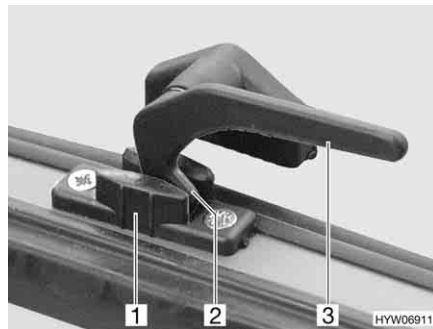

Fig. 49 Leva di serraggio in posizione "Aerazione continua"
- In posizione di "Aerazione continua" (Fig. 49)
- Ruotare la leva di serraggio (Fig. 49,3) di un quarto di giro verso il centro della finestra.
- Girare nuovamente all'indietro la leva di serraggio. Riportare contemporaneamente il nasello di chiusura (Fig. 49,2) nella rientranza della chiusura della finestra (Fig. 49,1).